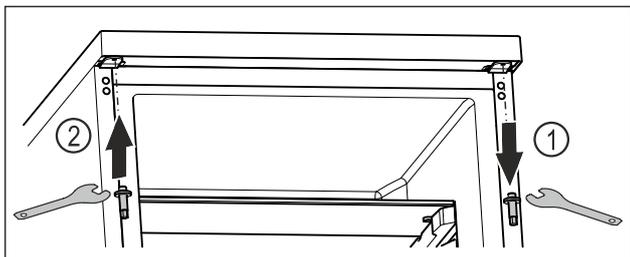

Fig. 20
- ▶ Svitare il perno superiore con una chiave esagonale. *Fig. 20 (1)*
- ▶ Avvitare il perno sul lato opposto con una chiave esagonale. *Fig. 20 (2)*